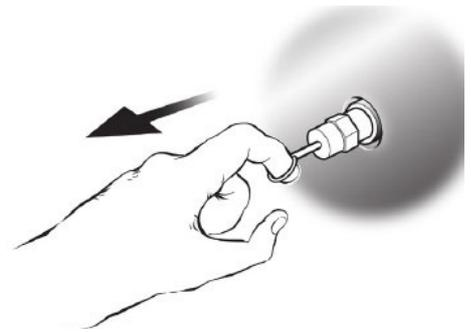

Abb.8-1: Sicherheitsventil mit Ring
- Öffnen Sie das Sicherheitsventil (Abb. 8-1) indem Sie den Ring kurz nach außen ziehen bis Druckluft entweicht, und wieder loslassen (der Druckkessel muss unter Druck stehen).